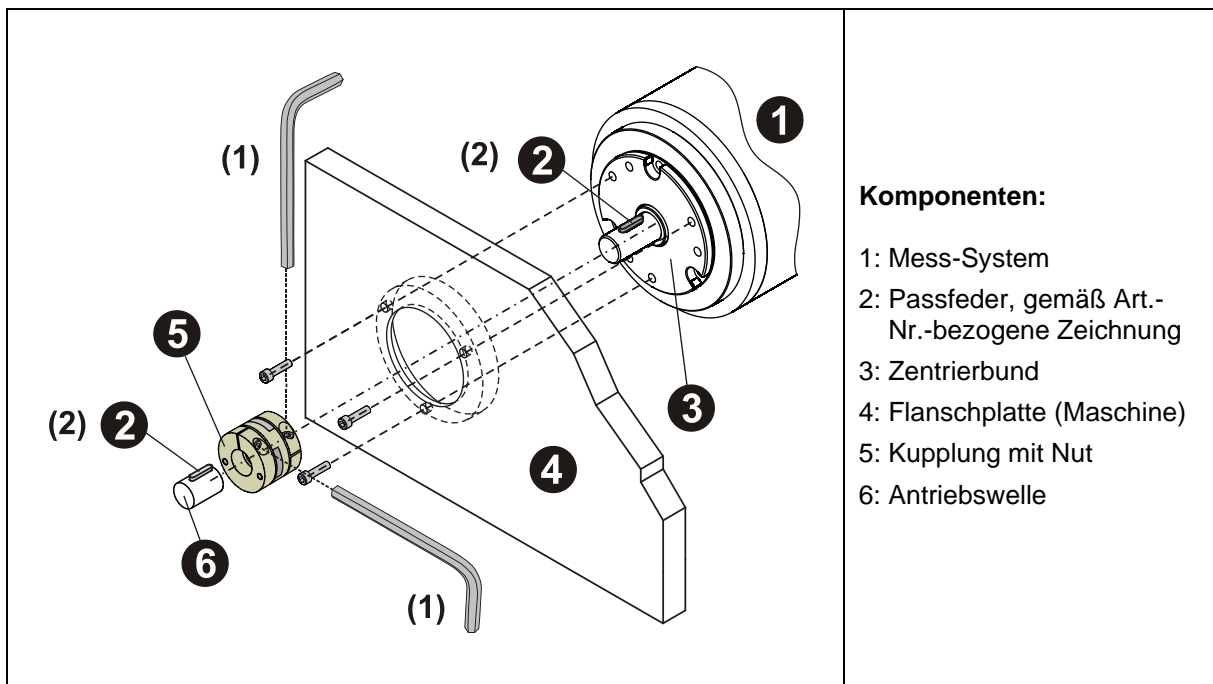

Abbildung 6: Flansch-Montage, Prinzip-Darstellung
- Axiales Verrutschen des Mess-Systems auf der Antriebswelle ist durch die Fixierung der Kupplung zu verhindern, siehe Kap.: 5.1.2 Abbildung 6, (1).
- Radiales Verrutschen (Schlupf) des Mess-Systems auf der Antriebswelle ist mittels Formschluss durch den Einsatz einer Passfeder- / Nut-Kombination (Kap.: 5.1.2 Abbildung 6, (2)) zu verhindern, hierfür ist eine Kupplung mit Nut zu verwenden.